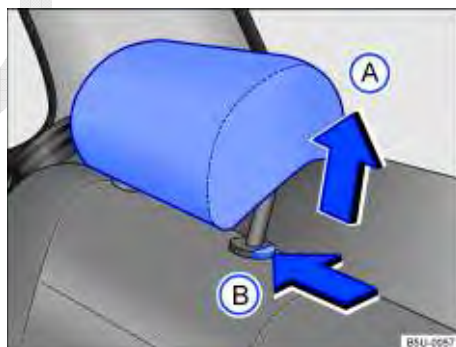

Fig. 41 Desinstalar o apoio para cabeça traseiro.
- Pressionar a tecla ⇒ Fig. 41  no sentido da seta. Retirar o apoio para cabeça com a tecla pressionada.
- Empurrar o apoio para cabeça para baixo com a tecla ⇒ Fig. 41  pressionada.